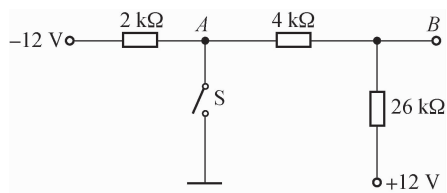

图 1-24 习题 1-6 图
- 1-6 分别计算  $S$  打开与闭合时图 1-24 电路中  $A$ 、 $B$  两点的电位。